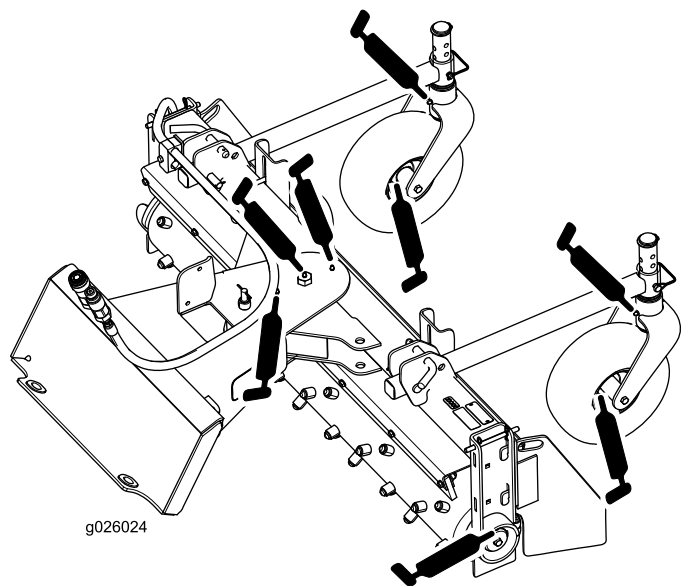
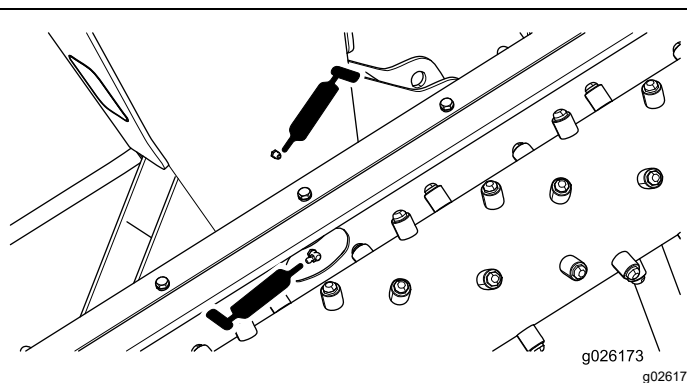

Figura 11
Figura 12
4. Applicate la quantità di grasso necessaria sui raccordi di ingrassaggio (Figura 11 e Figura 12).